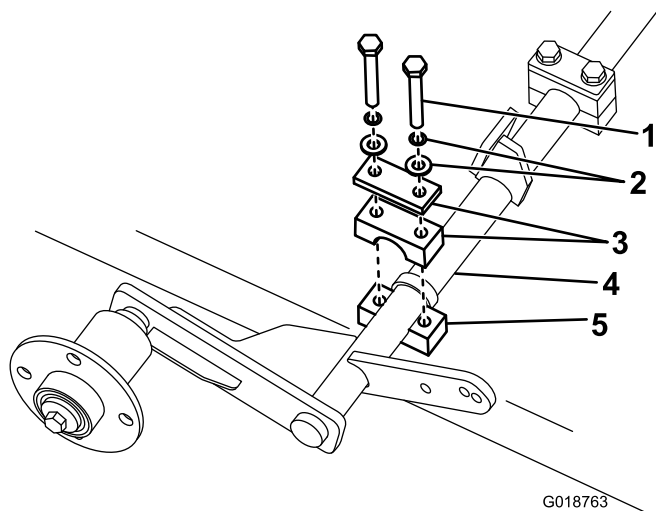

Figure 2
3. Posez la moitié supérieure des colliers et fixez-la avec les boulons retirés précédemment. Ne serrez pas les boulons complètement tant que le vérin de relevage à gaz n'est pas monté (Figure 2).